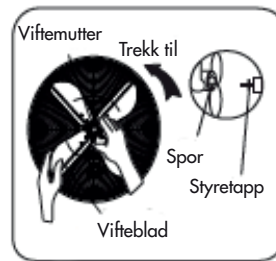

Fig. 2
2. Sett viftehjulet på akselen, og skru viftemutteren godt fast. TIPS: Pass på at motorakselens tapp går inn i sporet på viftehjulet. (Fig. 2)